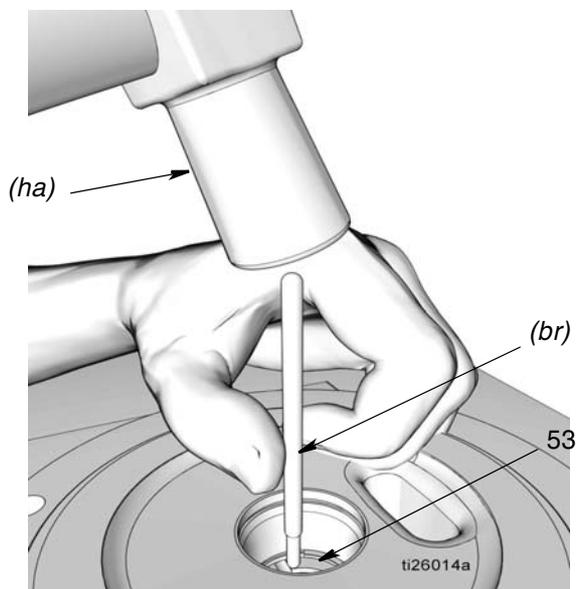

FIG. 26
- d. Retire el espaciador (12), la junta (11) y el otro espaciador (12).
19. Utilice una varilla de latón blanda (*br*) y un martillo (*ha*) y golpee suavemente el manguito del elemento de la bomba (53) hasta extraerlo de la base de la bomba (1) (FIG. 26).